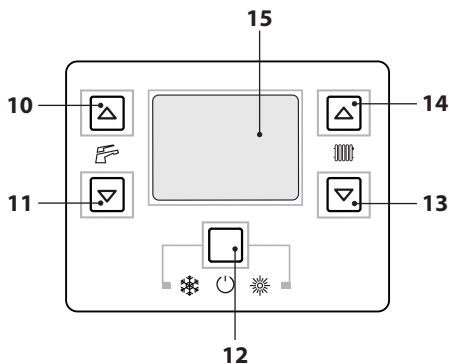
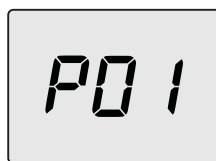

Рисунок 8.2
Рисунок 8.3
- Войдите в "режим программирования", нажав одновременно и удерживая в течение 10 секунд кнопки 12-13-14 (Рисунок 8.2) до появления на ЖК дисплее кода **P01**, который сменяется значением параметра, указывая на вход в "параметр 01" (Рисунок 8.3).
- Чтобы подтвердить внесенное значение, нажать кнопку 12 (Рисунок 8.2).
- При одновременном нажатии кнопок 12 и 13 (Рисунок 8.2) можно выйти, не изменив значения (возврат к перечню параметров, Рисунок 8.4).
- При одновременном нажатии и удерживании в течение 10 секунд кнопок 12-13-14 (Рисунок 8.2) происходит выход из "режима программирования".